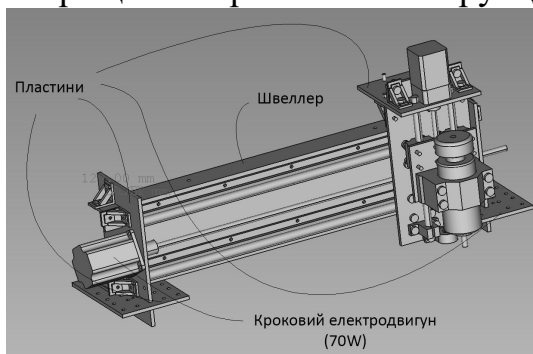

Рис.3
-*Портал.* Конструкція порталу (рис.3) представляє собою алюмінієвий швеллер, що кріпиться за допомогою чотирьох алюмінієвих пластин (дві перпендикулярні пластини з одного боку, дві — з іншого) до вісі X, також несе